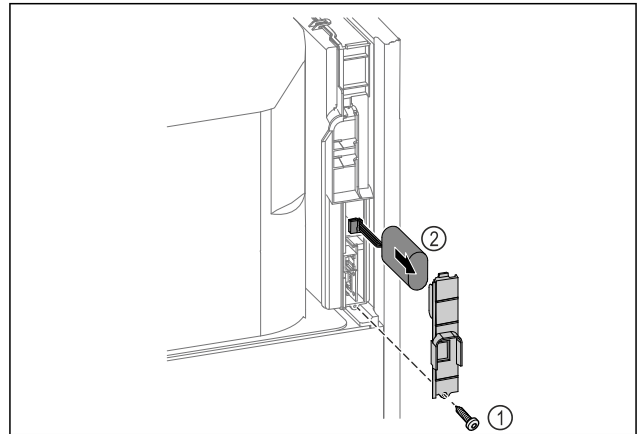

Fig. 254
► Vyšroubujte šrouby a odstraňte kryt na zadní straně spotřebiče Fig. 254 (1).
► Odpojte a vyjměte baterii Fig. 254 (2).